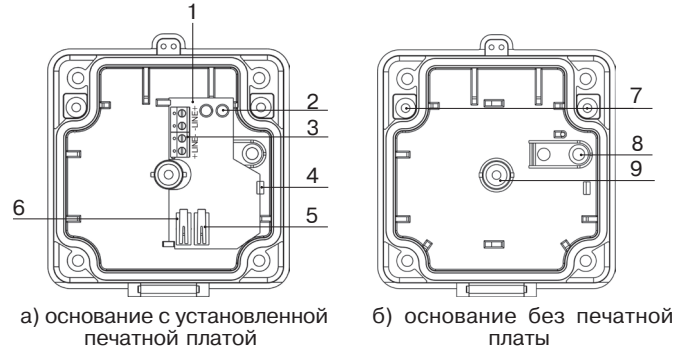

Рисунок 1
- Откройте прозрачную защитную крышку, открутите четыре винта и извлеките узел приводного элемента из основания корпуса. При необходимости извлеките плату извещателя, отжав защелку (рис. 1, поз. 4) в основании корпуса.
- Выбрав место установки извещателя, произведите разметку для его крепления. Для разметки может быть использовано основание корпуса [рис. 1 б)]. Если необходим контроль отрыва извещателя от стены, в основании корпуса имеется дополнительное вскрываемое крепежное отверстие (рис. 1, поз. 8).